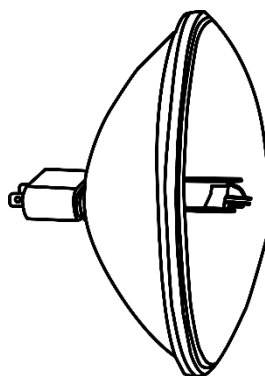

Fig. 04
- 03) Saque la bombilla nueva de la caja (Fig. 04).